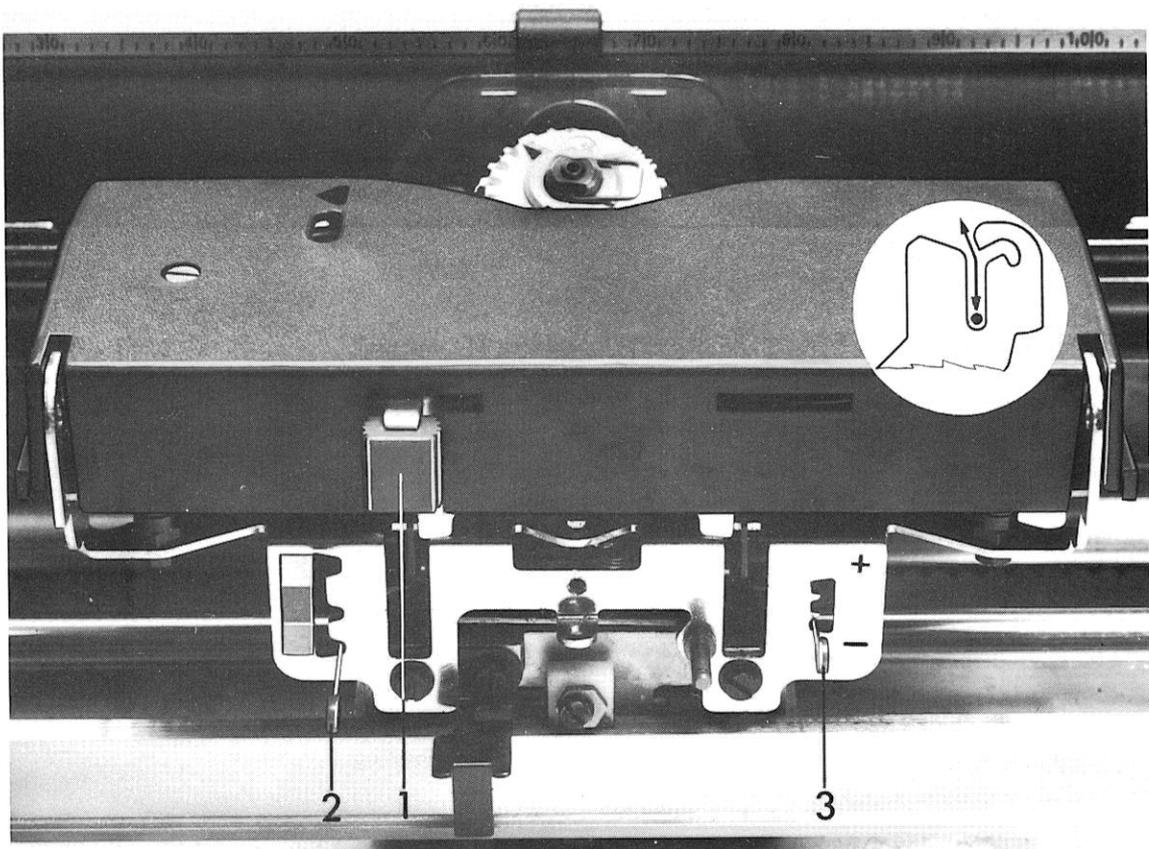

Abb. 10 Farbbandträger-Einrichtung
Den roten Verriegelungshebel 1) Abb. 10 nach rechts stellen und die Einrichtung mit beiden Händen nach oben herausnehmen.
Beim Aufsetzen müssen zuerst die Führungszapfen in die Schlitzte nach unten eingeführt werden, siehe Skizze in Abb. 10, danach die Einrichtung gleichmäßig aufsetzen (Schreibstellung).
6.3.2 Farbbandzoneneinsteller 2) (Abb. 10)
Im Zusammenwirken mit dem Prellabstandeinsteller wird bei unterschiedlich starken Papiersätzen ein optimaler Schriftabdruck für Original und Durchschläge erreicht. Mit dem Typenaufschlageinsteller 3) Abb. 10 ist die Anschlagstärke einstellbar.